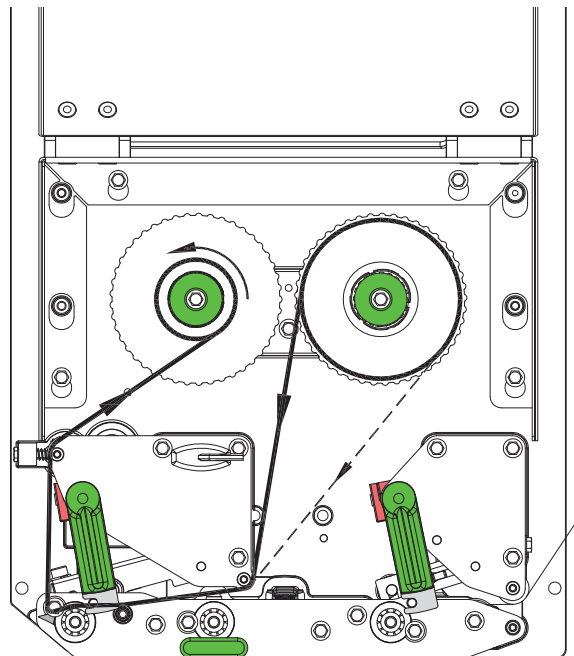

Figura 12 Percorso del nastro transfer
2. Ruotare la leva (6) in senso antiorario per sollevare la testa di stampa.
3. Spingere il rotolo di nastro transfer (3) sullo svolgitore (4) fino all'arresto, in modo tale che dopo l'introduzione lo strato di colore del nastro si trovi sul lato rivolto verso la testina di stampa.
4. Reggere lo svolgitore (4) e ruotare la manopola (5) in senso antiorario, fino a fissare il rotolo di nastro transfer.
5. Spingere un'anima per nastri transfer (1) adeguata sull'avvolgitore di nastri transfer (2) e fissarla allo stesso modo.
6. Condurre il nastro transfer attraverso la meccanica di stampa come rappresentato nella figura 12.
7. Fissare l'estremità iniziale del nastro transfer sull'anima (1) con un nastro adesivo. Osservando il senso di rotazione dell'avvolgitore del nastro transfer in senso antiorario.
8. Ruotare l'avvolgitore del nastro transfer (2) in senso antiorario per tendere il percorso del nastro transfer.
9. Ruotare la leva (6) in senso orario per bloccare la testa di stampa.